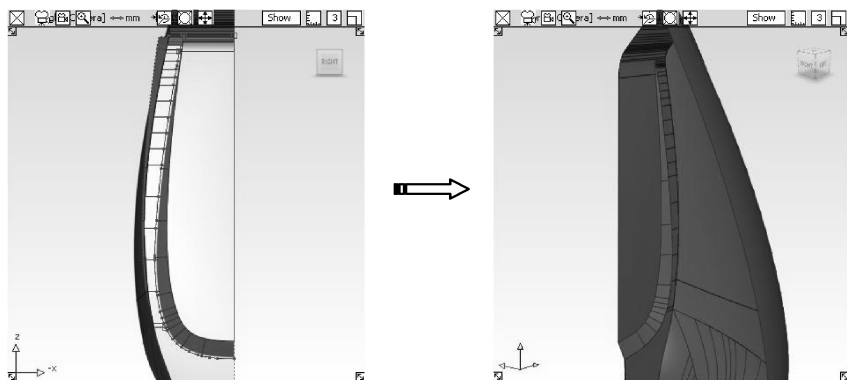

图 9-44 剪切曲面
- 46 选择【Intersect】工具, 使刚刚创建的凸缘曲面与底部曲面形成相交线, 选择【Trim】工具, 剪切曲面, 如图 9-44 所示。